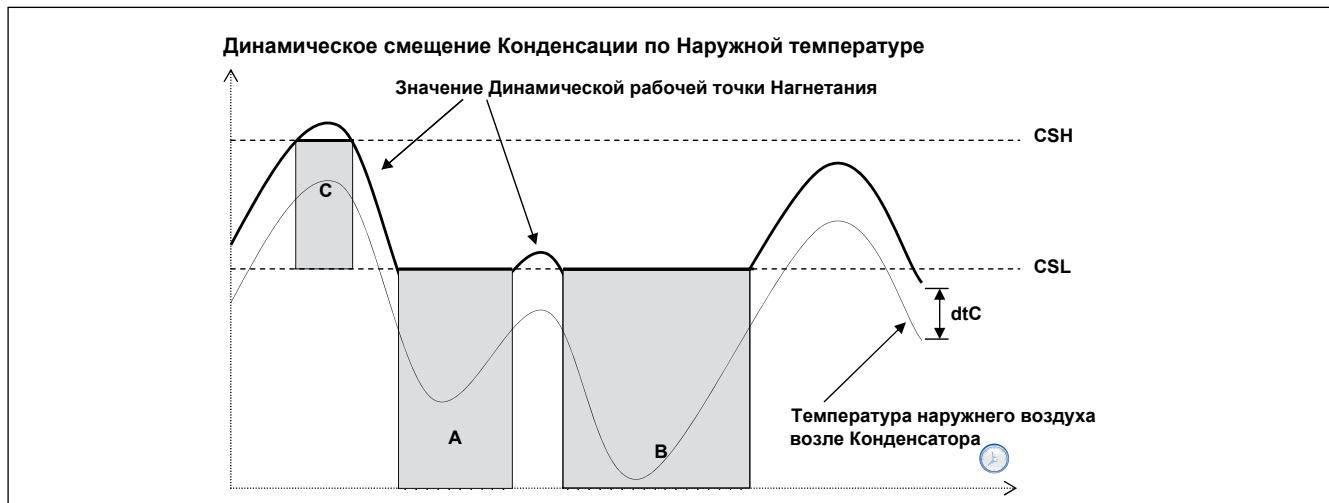

Рис. 39. Плавающая (динамическая) конденсация по температуре наружного воздуха
Разрешение функции устанавливается разрешением использования датчика переохлаждения параметром **ELr=On**. Переохлаждение **UCtemp** (смотрите Рис. 39) рассчитывается по датчикам температуры переохлаждения, который устанавливается перед жидкостным ресивером, и давления нагнетания по формуле:
- действующее значение рабочей точки конденсации не может быть ниже значения **CSL** (области А и В на диаграмме плавающей конденсации по температуре наружного воздуха - смотрите Рис. 39).
- действующее значение рабочей точки конденсации не может быть выше значения **CSH** (область С на диаграмме плавающей конденсации по температуре наружного воздуха - смотрите Рис. 39).